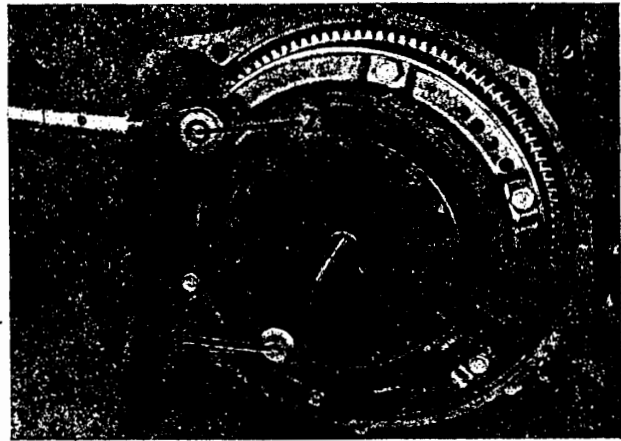

Bild K 3. Kupplungsscheibe zentrieren
4. Kupplung über den Zentrierdorn (Bild K 3) so in das Schwungrad einpassen, daß die Zentriernasen der Kupplung gleichmäßig am Zentrierrad des Schwungrades anliegen, dabei Sechskantschrauben leicht anziehen.
- (1) Zentrierdorn
- (2) Kupplungsbefestigung
5. Sechskantschrauben M 10 × 20 TGL 0-933-5.6 mit Federringen über Kreuz anziehen (Bild K 3).